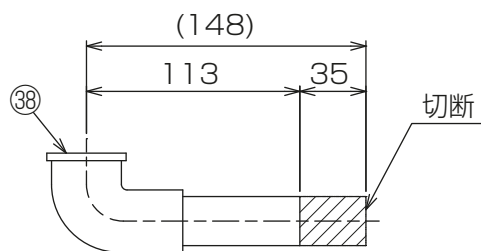

図17
(1)吸込ボックス取付時のみ、品番③接続管を下図寸法に切断してください。[図17]